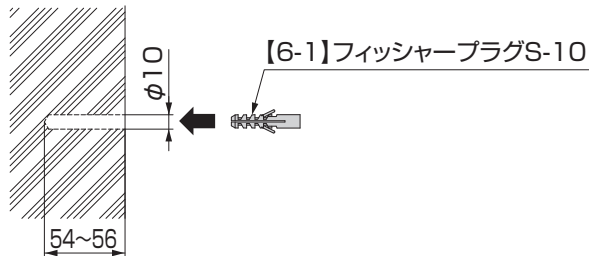

図1-1
- ① 壁にφ10、深さ54mm～56mmの下孔をあけて、【6-1】を挿入してください。(図1-1参照)